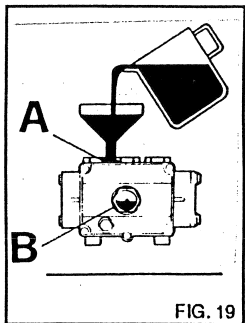

FIG. 19
- 3) Visser le bouchon de vidange et remplir avec de l'huile à partir de la goulotte de refoulement (fig. 19A) jusqu'au niveau indiqué sur le témoin (fig. 19 B).